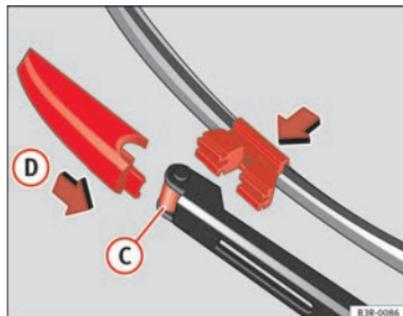

Fig. 171 Pose du balai
- Placez le balai d'essuie-glace neuf dans la fixation sur le bras d'essuie-glace ⇒ fig. 171 (C).
- Poussez le dispositif de verrouillage du balai d'essuie-glace dans le sens de la flèche (D) jusqu'à ce qu'il s'encliquette dans le bras d'essuie-glace de façon perceptible.